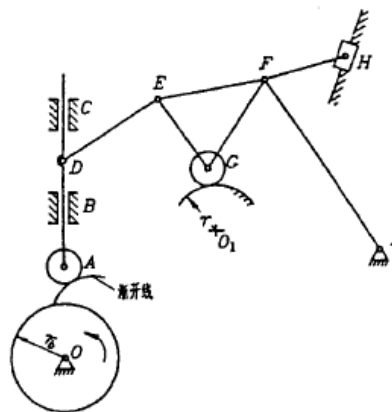
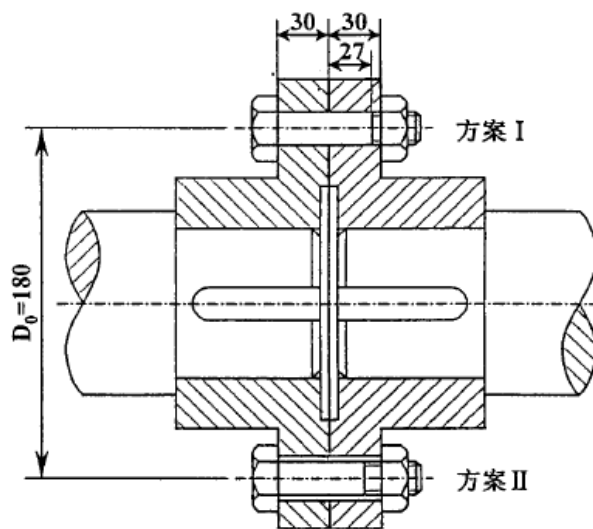

图 1
图 2
(1)图 1 所示机构，标有运动方向箭头的构件为原动件：(12 分)
①计算该机构的自由度 F ，如有复合铰链、虚约束、局部自由度，应明确指出；
②将该机构中的高副化为低副，并画出相应的机构运动简图；
③画出该机构所含各杆组，并确定杆组的级别和机构的级别。
- (1) 如图 1 所示为带传动简图, 小带轮为主动轮, 问:
① 主动轮的合理转向? (在答卷上用文字说明)
② 工作时带在何处应力最大?
③ 带中最大应力 $\sigma_{\max}=?$
④ 若单根 V 带传动的初拉力 $F_0=350\text{N}$, 小带轮的包角 $\alpha_1=150^\circ$, 带与轮缘接触面间的当量摩擦因数 $f_v=0.48$, 求: 带中的紧边拉力 F_1 、松边拉力 F_2 及有效圆周力 F 。(注: 自然对数的底 $e \approx 2.718$)
(2) 如图 2 所示为一刚性联轴器由 6 个均布于直径 $D_0=180\text{mm}$ 的圆周上的螺栓联接。联轴器传递的转矩 $T=2600\text{N}\cdot\text{m}$ 。试校核下面两种情况螺栓联接的强度。
①采用 M16 的绞制孔螺栓，如图中方案 I 所示。已知：其光杆部分的直径 $d_0=17\text{mm}$ ，材料为 45 号钢，许用切应力 $[\tau]=195\text{MPa}$ ，许用挤压应力 $[\sigma_p]=300\text{MPa}$ ；联轴器的材料为 HT250，其许用挤压应力 $[\sigma_p]=100\text{MPa}$ 。
②采用 M16（其小径 $d_1=13.835\text{mm}$ ）的普通螺栓，如图中方案 II 所示。结合面间的摩擦因数 $f_s=0.15$ ，螺栓材料为 45 号钢，许用应力 $[\sigma]=240\text{MPa}$ ，可靠性系数 $k_f=1.2$ 。